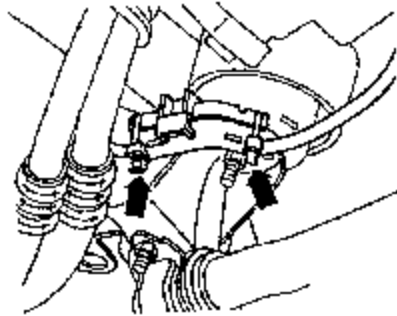

图 4-121 拆卸电缆
(6) 割断图 4-121 箭头所示电缆接头，打开起动机电缆定位器，拆下电缆。